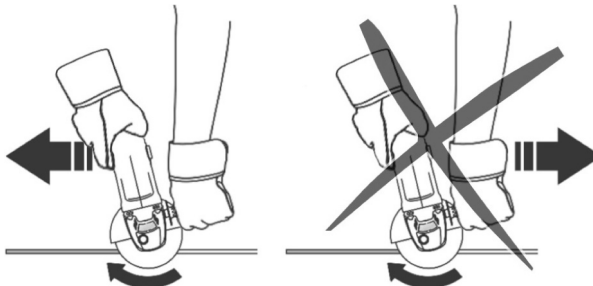

Fig. 9 – Sentido de corte correto
7. O corte deve ser realizado na direção da Fig. 9.